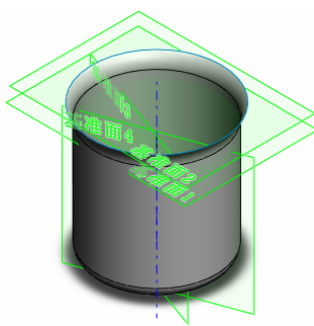

图 7-116 添加基准面后的图形
⑨ 添加基准面。重复步骤⑧，在与前视基准面夹角为 20° ，并通过临时轴线的另一个方向添加一个基准面，结果如图 7-116 所示。